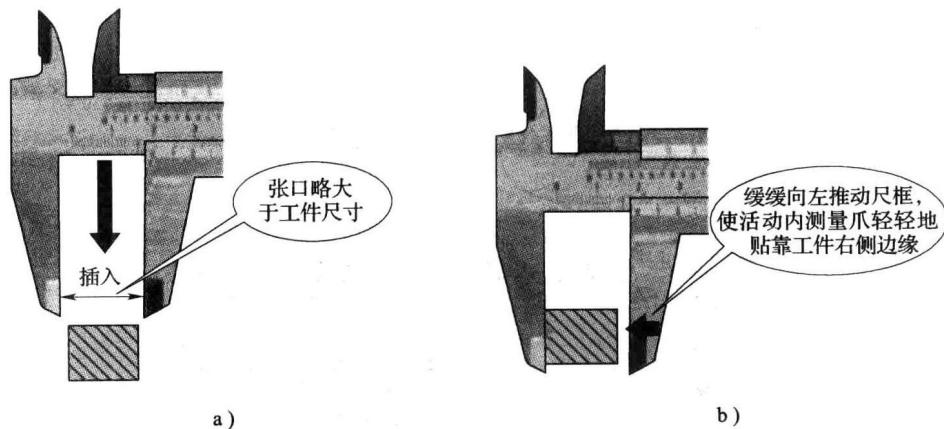

图 1—16 游标卡尺使用外测量爪测量工件尺寸的操作要领示意图
4) 测量外尺寸时，两量爪应先张开到略大于被测尺寸后缓缓插入工件，如图 1—16a 所示，再以固定量爪贴住工件一侧，然后轻轻地将活动量爪推向工件另一侧，使量爪与工件紧贴，如图 1—16b 所示。